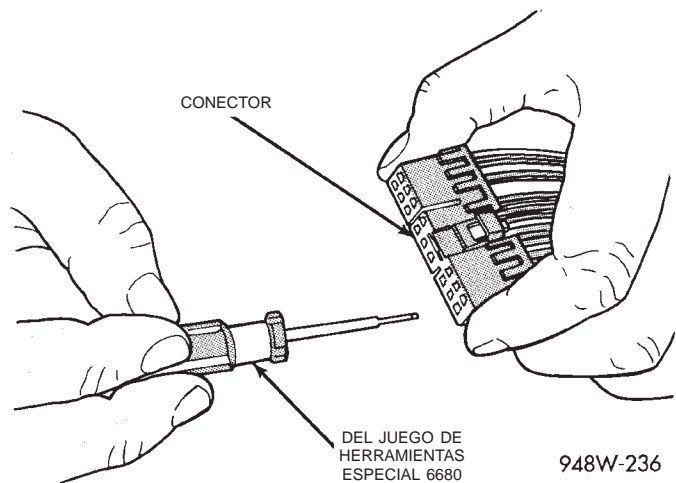

Fig. 18 Desmontaje de terminal
- (4) Emplace la garra de traba del conector apartada del terminal utilizando el juego de herramientas especial 6680. Tire del cable para sacar el terminal del conector (Fig. 18) (Fig. 19).
(5) Si el terminal tiene una cola de traba, vuelva a colocarla en su sitio.
(6) Introduzca el cable que retiró en la misma cavidad del conector de recambio.
(7) Repita los pasos del cuatro al seis para cada uno de los cables del conector, asegurándose de que todos se introduzcan en las cavidades correctas. Para